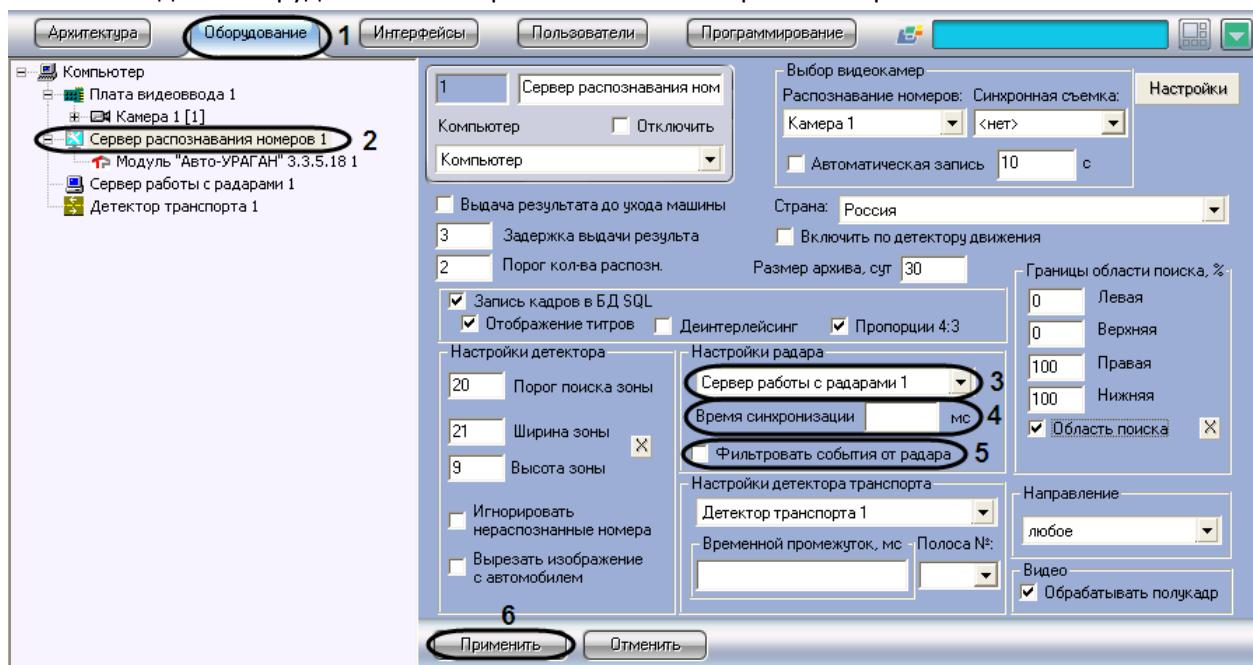

Рис. 7.2—19. Настройка совместной работы Сервера распознавания номеров и программного модуля «Радар»
2. В дереве объектов на вкладке «Оборудование» выбрать объект «Сервер распознавания номеров», соответствующий активированному программному модулю «Авто-УРАГАН 3.3.5.18», «CARMEN-паркинг» или «CARMEN-Авто» (см. раздел «Активация программного модуля, используемого для распознавания номеров», Рис. 7.2—19, 2). В правой части вкладки «Оборудование» отобразится панель настройки выбранного объекта
3. Выбрать объект «Сервер работы с радарами» из списка доступных объектов в системе (см. Рис. 7.2—19, 3). В данном списке требуется выбрать объект «Радар», который соответствует устройству «Радар», направленному на ту же полосу дорожного движения, что и видеокамера, работающая совместно с Сервером распознавания номеров
4. Указать время в поле «Время синхронизации», в течение которого автомобиль должен проехать расстояние от места фиксации скорости движения транспортного средства устройством «Радар», до участка дороги, куда направлена видеокамера, работающая совместно с Сервером распознавания номеров (см. Рис. 7.2—19, 4). Параметр «Время синхронизации» выражается в миллисекундах.
5. Установить флажок «Фильтровать события от радара» для фиксации только первой скорости от радара, остальные скорости игнорируются до истечения времени задержки или распознавания номера (см. Рис. 7.2—19, 5).